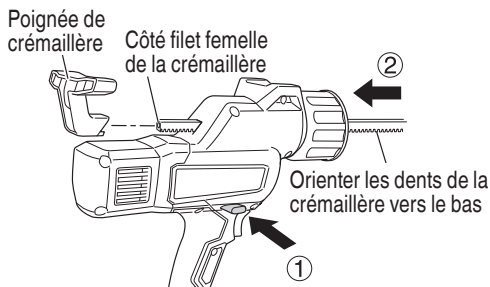

Fig. 15
- (1) Tout en appuyant sur le bouton de déverrouillage pour libérer le verrou, insérez la crémaillère par le côté avant du corps principal. Insérez la crémaillère de sorte que les dents soient tournées vers le bas et que les filets femelles se trouvent du côté de la poignée de crémaillère. (Fig. 15)